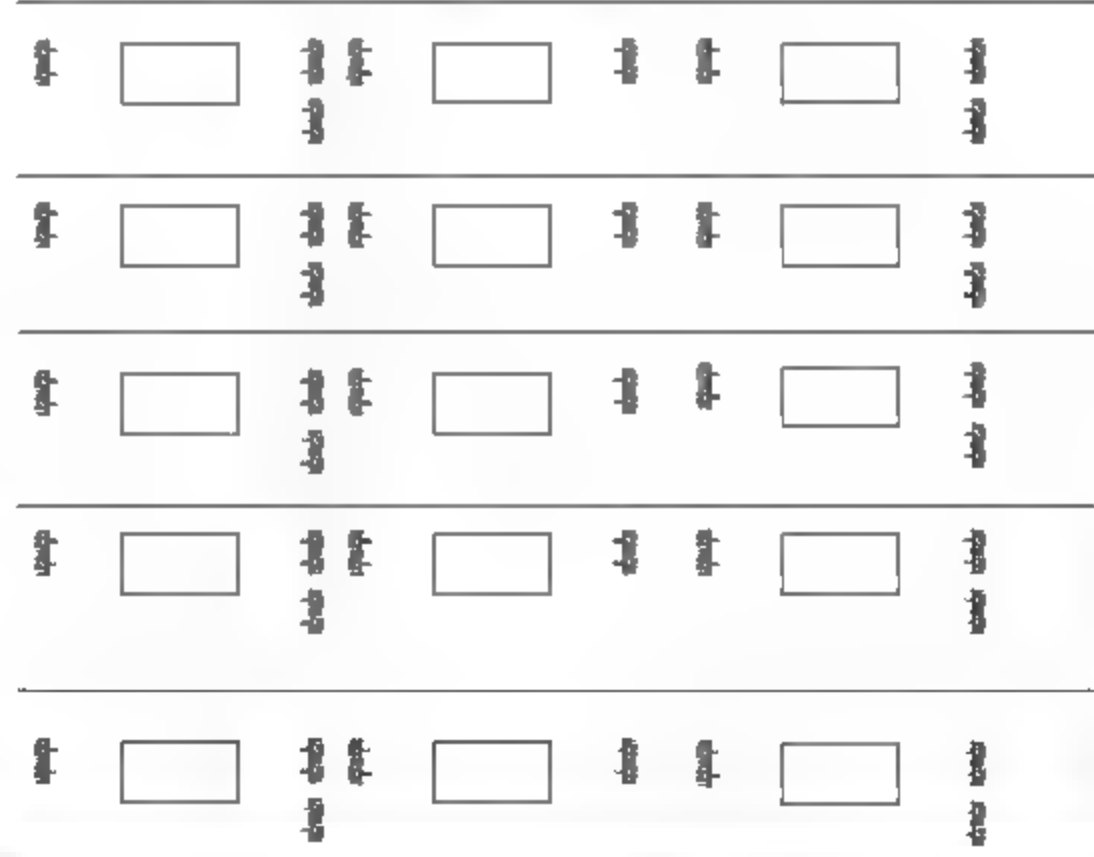

图13-22 布置插座
**03** 在本书配备资源中的“素材\第13章\电气图例.dwg”文件中选择双孔信息插座图块，将其复制至系统图中，结果如图13-22所示。